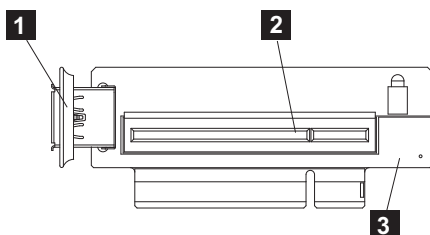

Figura 231. USB a montagem da placa riser (SAN Volume Controller 2145-CF8 mostrado)
7. Remova o cabo do controlador de serviço USB da conexão USB (**1** na Figura 231) no controlador de disco e conjunto da placa riser USB (**3**), conforme descrito em “Removendo e substituindo o cabo do controlador de serviço USB: 2145-CG8 ou 2145-CF8” na página 128.